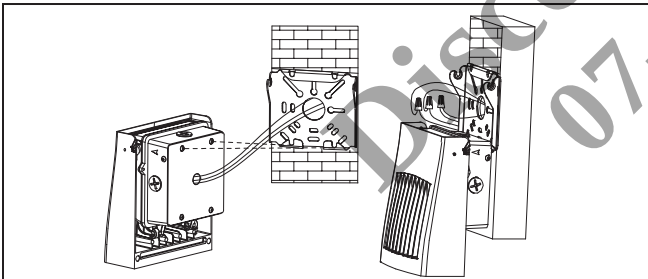

Figura 8
10. Utilizando los 2 tornillos para colgar de la parte superior trasera del luminario, cuelgue temporalmente el luminario en los ganchos inferiores de la placa de montaje para realizar de manera segura las conexiones eléctricas adecuadas siguiendo el diagrama de cableado; emplee conectores eléctricos. Introduzca con cuidado todos los cables y conectores en la caja de conexiones. (Figura 8,9)